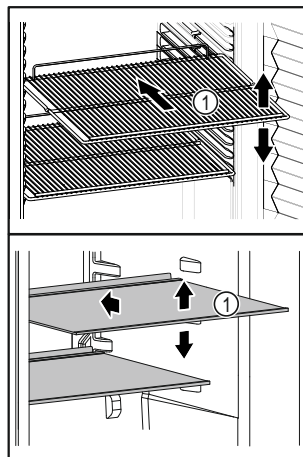

Fig. 66 Примерное изображение
- ❑ Если полки для хранения Fig. 66 (1) можно переставлять, отрегулируйте высоту их установки.